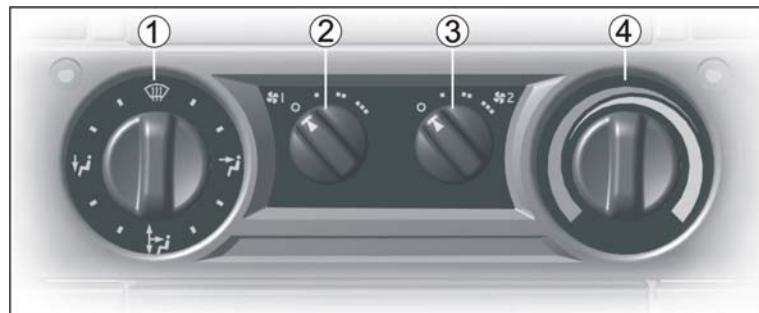

Рис. 8.2. Панель управления отоплением и вентиляцией:
- установить регулятор распределения воздуха 1 (рис. 8.2) в положение поступления воздуха к ветровому и боковым стеклам;
- установить регулятор 4 (рис. 8.2) в крайнее левое положение (широкая часть синего символа);
Автоматическая работа догревателя происходит при работающем двигателе, включенной кнопке работы догревателя, включении отопления (регулятор 4 – см. рис. 8.2) и включении вентилятора отопителя (регулятор 2 – см. рис. 8.2).